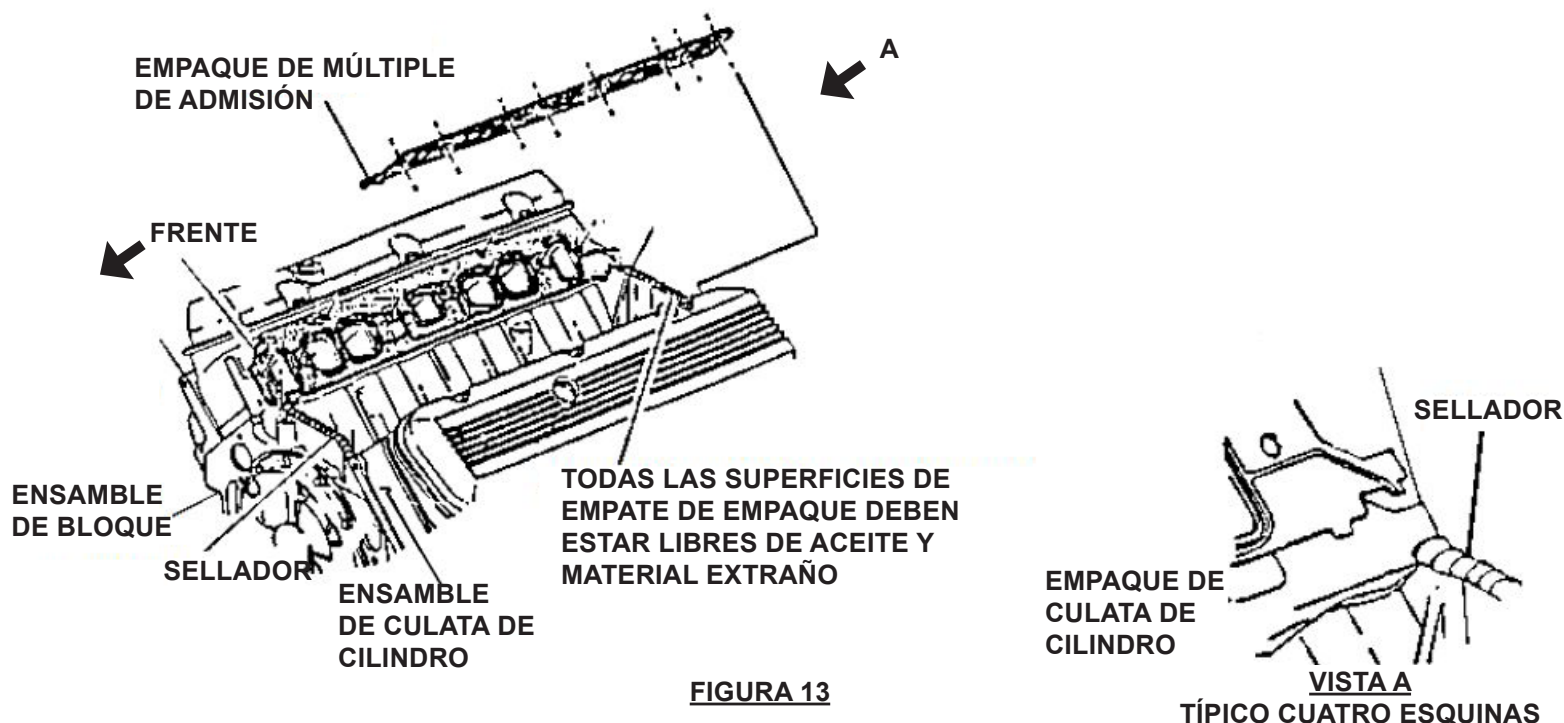

FIGURA 13
1. Coloque los empaques de admisión con el número de parte viendo hacia arriba sobre las culatas de cilindro. Los tres cortes para el protector de aceite estarán en la parte inferior del empaque. Verifique que los empaques no obstruyan las aberturas de puerto de las culatas de cilindro. No será necesario recorte sobre los empaques. Sin embargo, si un poco de recorte es necesario, marque las partes de los empaques que necesitan recorte. Retire los empaques de las culatas. Recorte los empaques con un cuchillo utilitario. Coloque los empaques sobre el múltiple de admisión con el número de parte viendo hacia el múltiple. Verifique que los empaques no obstruyan las aberturas de puerto del múltiple. Si es necesario, recorte los empaques con un cuchillo utilitario. Instale los empaques sobre las culatas con el número de parte viendo hacia arriba. Deslice el protector de aceite hacia adelante o hacia atrás para asegurar que los cortes en los empaques se adapten alrededor de las lengüetas sobre el protector de aceite. Vea la Figura 13.
2. No use sellos de extremo a través de la superficie del sello de extremo del bloque del motor. En su lugar aplique un cordón de 3/8" de sellador RTV. Traslape las cuatro esquinas de los empaques de admisión con el sellador. Observe la Vista A en la Figura 13.